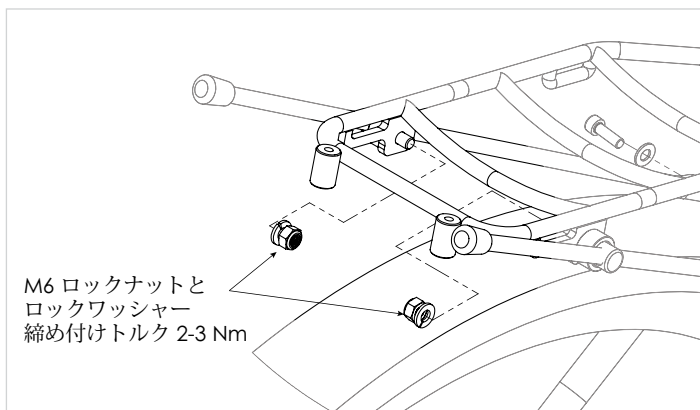

図 13
6. 10mmレンチを使って、ストラット反対側のハードウェアを2-3Nmのトルクで締め込みます(図13)。